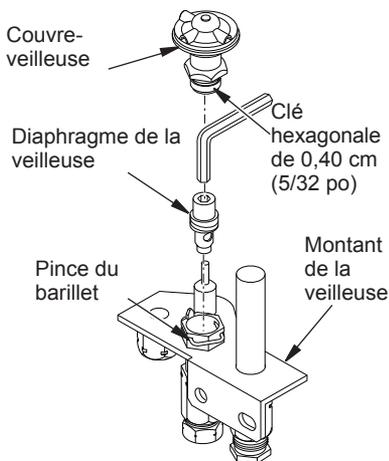

Figure 46 - Conversion de la veilleuse
1. Attendez cinq (5) minutes que tout le gaz se dissipe. Vérifiez s'il y a une odeur de gaz, surtout près du plancher. S'il y a une odeur de gaz, ARRÊTEZ tout! Consultez la section *Pour votre sécurité, lisez avant d'allumer* à la page 26.
7. Enlevez le couvre-veilleuse en le relevant de manière à la dégager du barillet. N'enlevez pas la bague de maintien (voir figure 46, page 29).